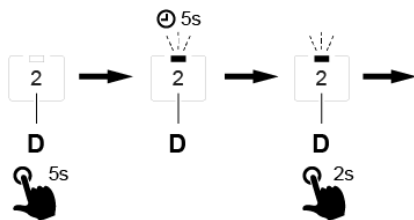

Fig. 11
- For at omprogrammere driftstilstanden til variant 2 skal du holde knap D nede i fem sekunder. Se Fig. 11. Slip knappen, når LED-lampen begynder at blinke.